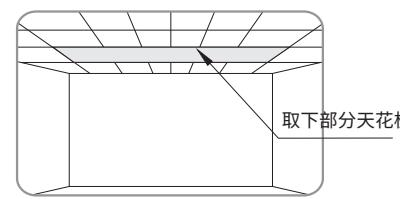
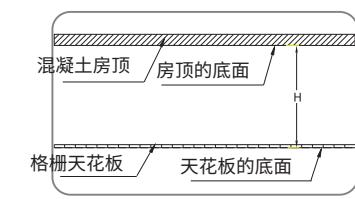

图 1
图 2
- 按照用户的投影机参数来选定安装升降架的位置,根据升降架所需安装空间,取下部分天花板(如图1),准确测量混凝土房顶的底面到天花板的底面高度距离H(如图2)。